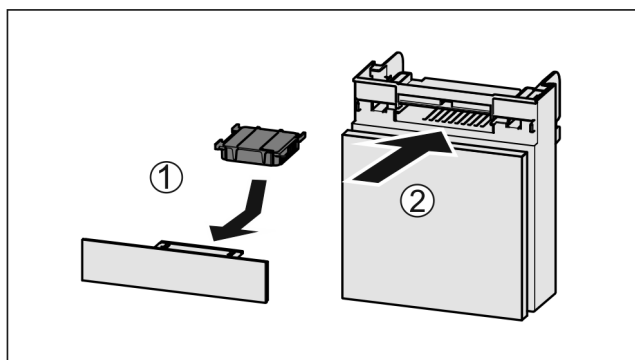

Fig. 58
- ▶ Sett inn Fig. 58 (1) aktivkullfilteret etter figuren.
- ▶ Skyv inn Fig. 58 (2) hyllen.